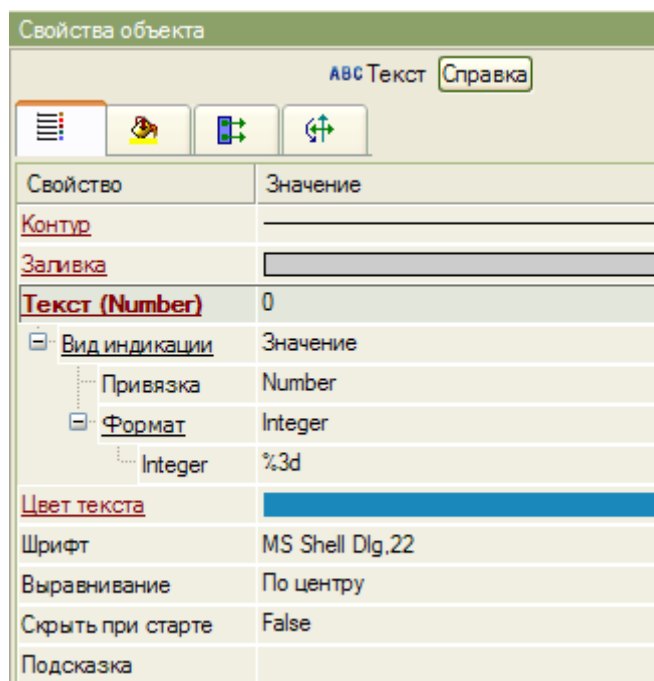

Рисунок 20 – Установка свойств графического элемента Текст
4. В свойствах Текста установите привязку к аргументу экрана Number. Вид индикации выберите «Значение». В поле Формат установите «Integer». (см. рис. 20)